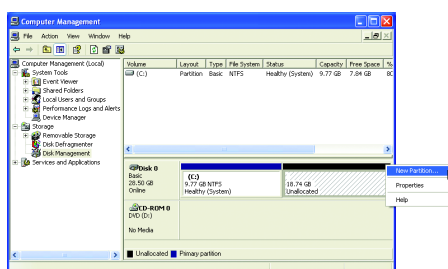

図 6
5. オペレーティングシステムをインストールする前にハードドライブを適切に分割していなかった場合、ハードドライブの空きスペースを使用して新しいパーティションを作成することができます (図 6、7)。ただし、Disk Management に示されたハードドライブのシステムパーティションに未割り当てのスペースがない場合、新しいパーティションを作成したり Xpress Recovery2 を使用することはできません。この場合、オペレーティングシステムを再インストールし、ハードドライブを再分割してください。